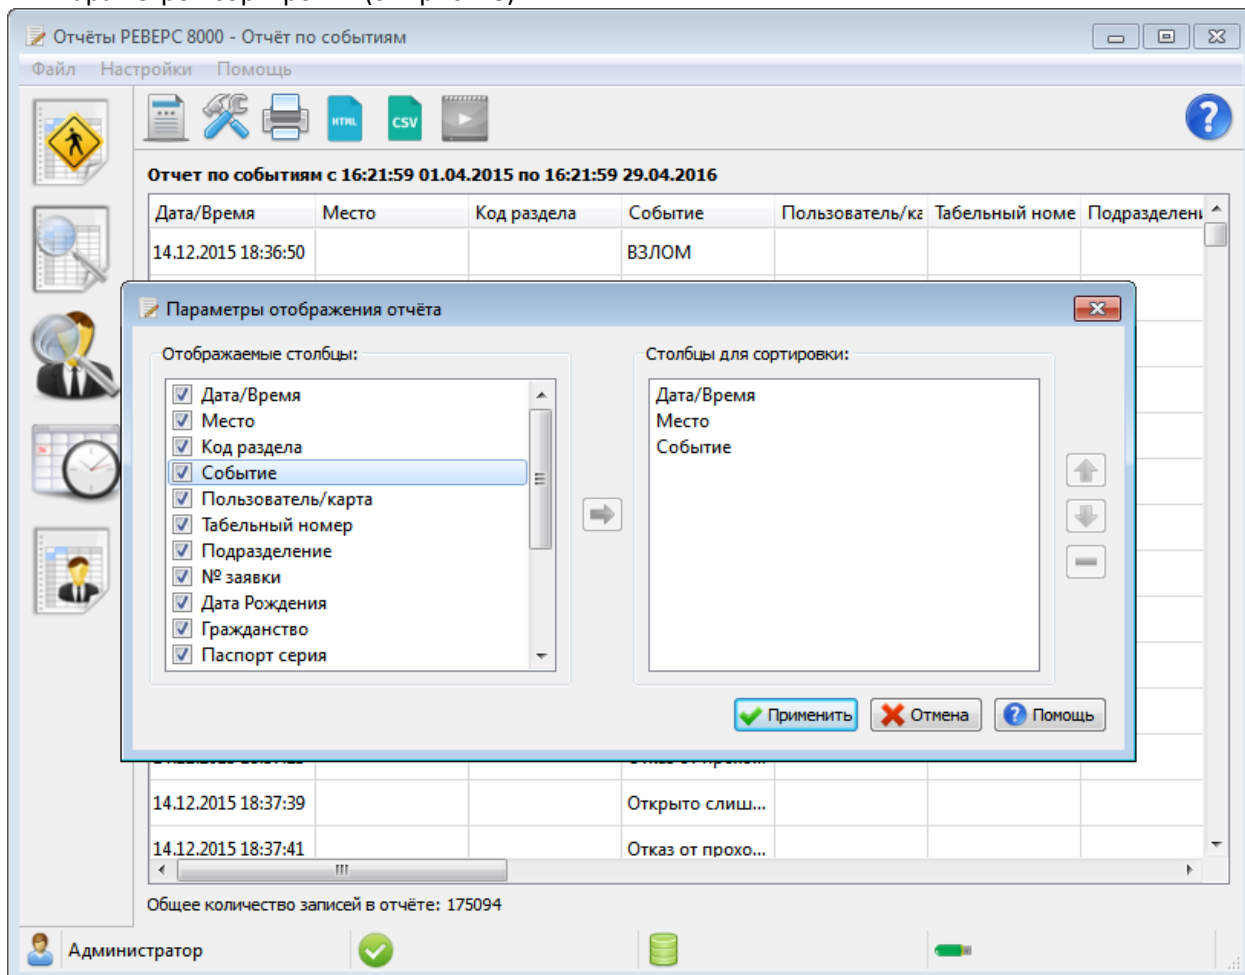

Рис. 18. Настройка отображения отчета.
- для всех отчетов доступен выбор отображаемых столбцов, а также задание произвольных параметров сортировки (см. рис. 18).